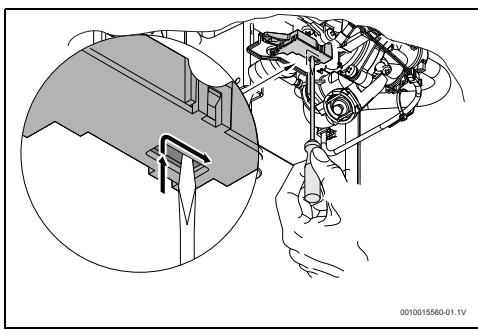

Fig. 24 Reset del microinterruttore
- Posizionare il microinterruttore secondo la fig. 24.